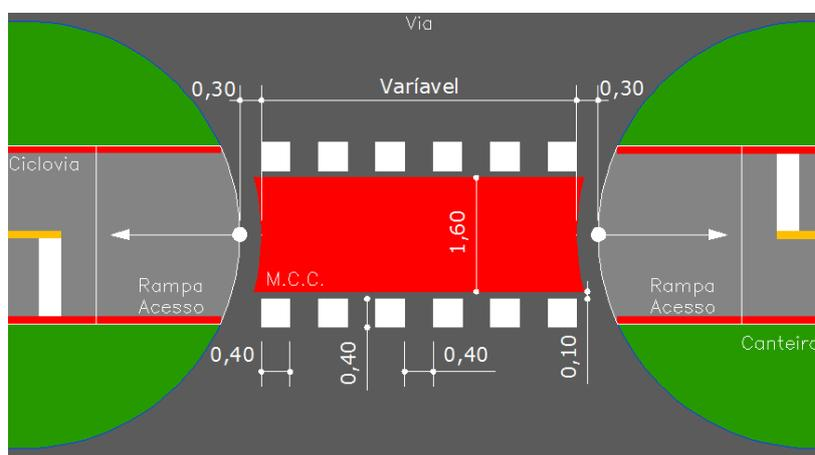

Figura 06 – Marcação de Cruzamento Rodociclovitário.
- Comprimento da faixa vermelha = varia conforme o cruzamento rodociclovário, deve-se respeitar o afastamento dos 0,30 m adjacentes às rampas de acesso à ciclovía, devido à presença da sarjeta. A sinalização M.C.C. é exibida na Figura 06.